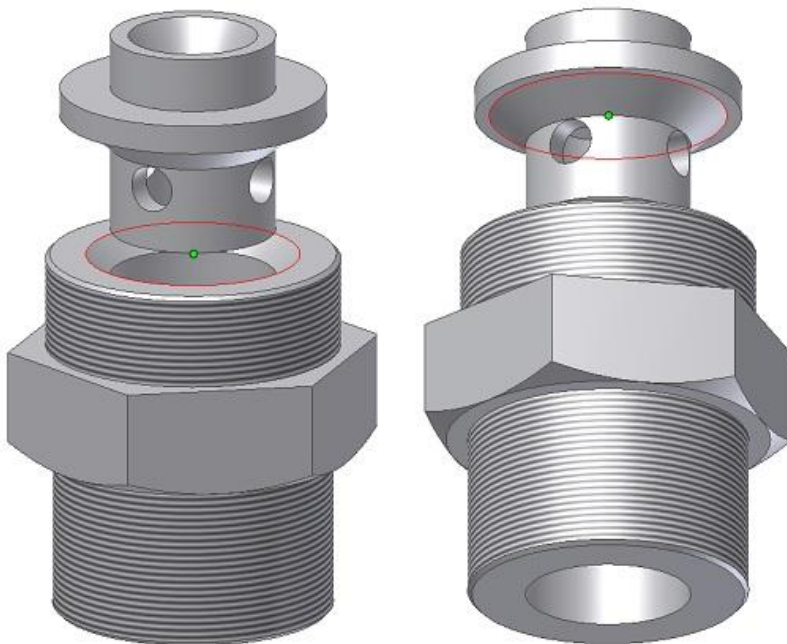

Рисунок 7.4 – Установление зависимости
- Укажите сначала на ось клапана (объект подсветится синим светом), приблизительно в центре, а затем на ось седла, как показано на рисунке (рис. 7.4).